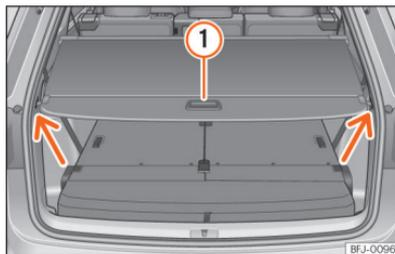

Fig. 193 Na bagageira: chapeleira da bagageira fechada.
- Puxe a cobertura um pouco para trás pelo puxador >>> Fig. 193 ① e retire-a para cima da fixação (setas). Guie a cobertura com cuidado para a frente.